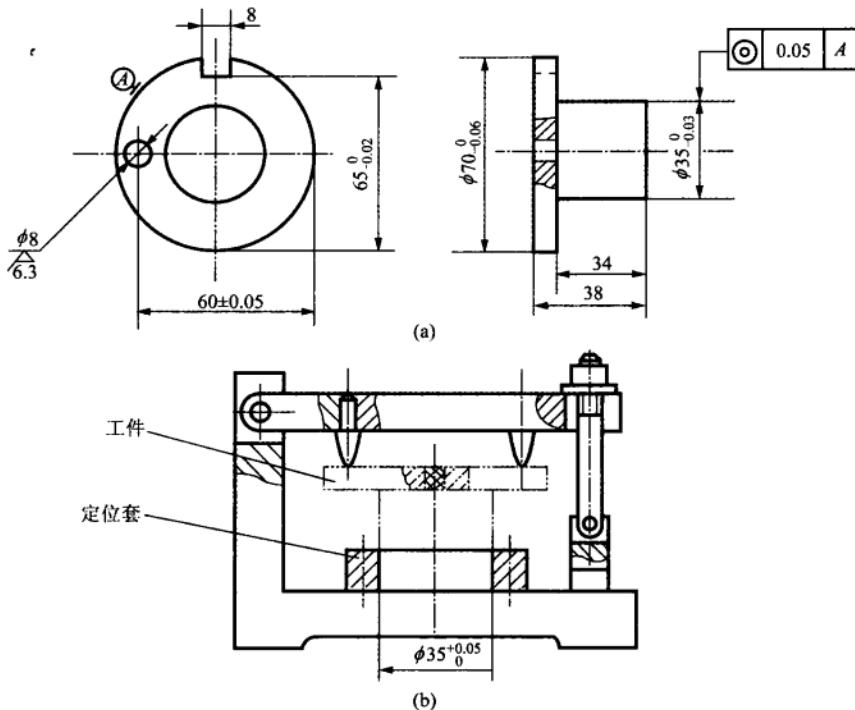

图 2.10 夹具方案
**(28)** 工件加工要求如图 2.10(a)所示, 本工序钻  $\phi 8$  孔, 为最后工序, 拟采用如图 2.10(b)所示夹具方案, 在立式钻床上进行加工。